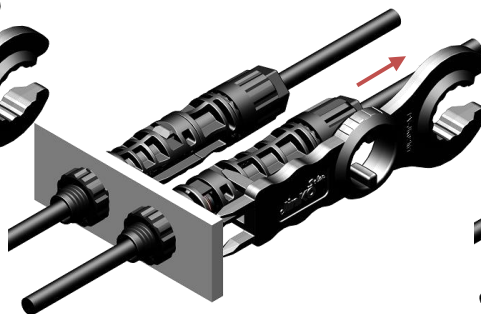

Figure 23
- ◇ 拉拔电缆连接器，即可分开公母连接器（如图 23&24）。
Pull the cable connector by hand respectively. The connector can now be separated (Fig. 23&24).